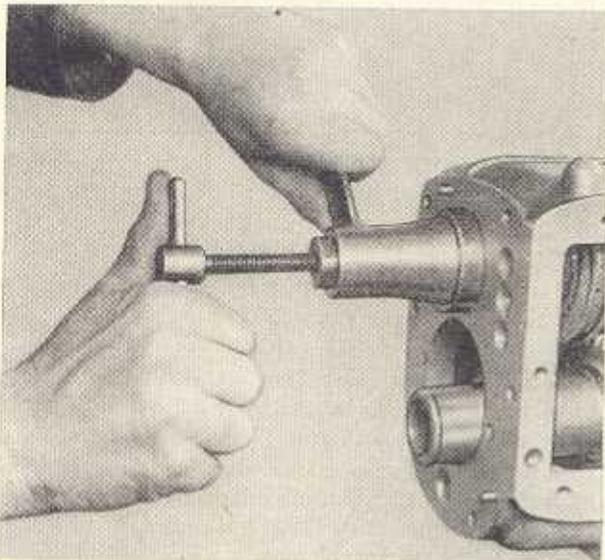

Bild G 24. Ansetzen der Abziehvorrichtung W-86 993/2 für Rillenkugellager
2. Nach dem Einlegen eines Druckstückes ist das Rillenkugellager mit der Abziehvorrückung W-86 993/2 abzuziehen (Bild G 24).